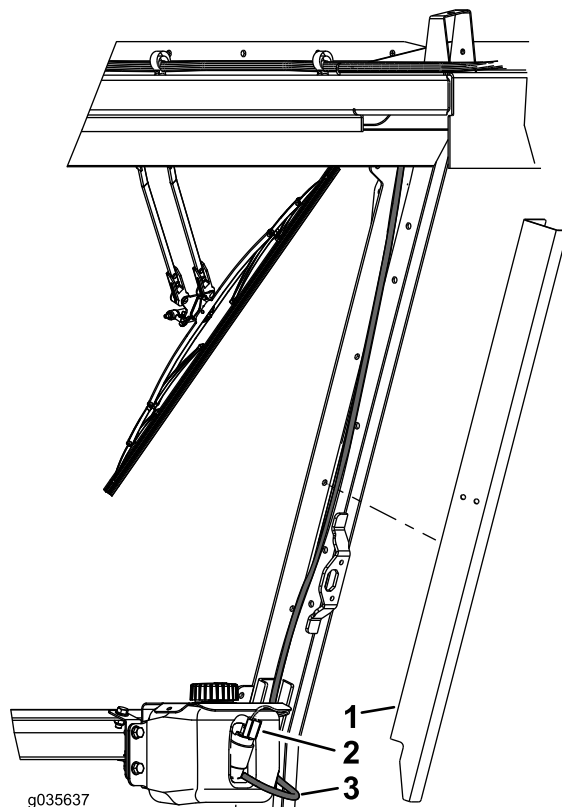

Figura 8
3. Retire a cobertura da coluna (Figura 8).
4. Instale o tubo na bomba no reservatório e encaminhe-o para o motor do limpador para-brisas (Figura 8).
5. Ligue o conector da cablagem à bomba do reservatório (Figura 8).
9. Instale a cobertura na coluna (Figura 8).